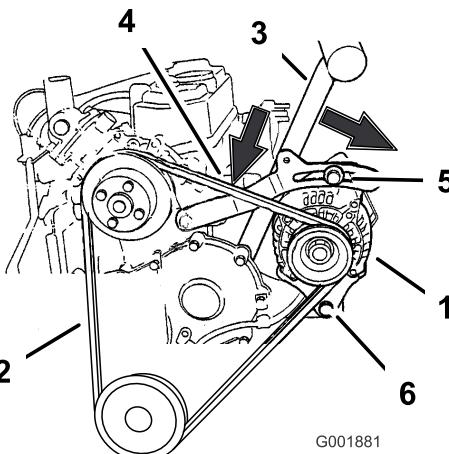

Figure 67
- Desserrez les deux boulons de fixation de l' alternateur (Figure 67).
- Retirez la courroie des poulies et de l' alternateur (Figure 67).
- Installez une courroie neuve autour des poulies et de l' alternateur (Figure 67).
- Placez une poignée entre l' alternateur et le bloc-cylindres (Figure 67).
- Réglez l' alternateur à l' extérieur jusqu'à ce que la courroie présente une flèche de 10 à 13 mm entre le moteur et l' alternateur (Figure 67).
- Si la flèche est correcte, serrez le boulon supérieur à 19 Nm et le boulon inférieur à 61 Nm (Figure 67).